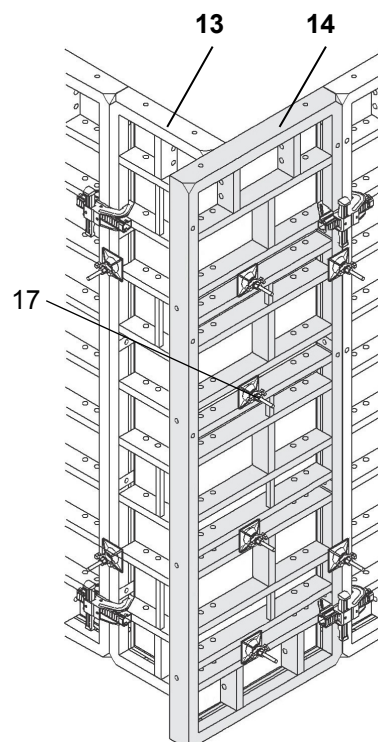
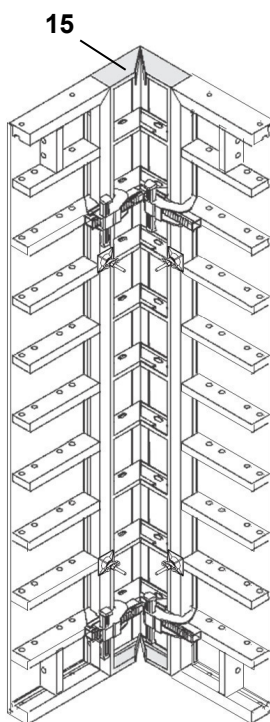

Рис. 25
Рис. 26
Элемент TRIO TR/MR 50 (13) и колонный элемент TRS/MR 90 (14) соединяются колонным болтом (17) (4 колонных болта на высоту  $h = 3.00$  м) (Рис. 25)
- Элемент TR/MR 72 должен всегда быть справа от внешней стороны, и должен закрывать элемент TR/MR 60 (11).
Угол TRIO TE/MR 30x30 (15) соединяются замком BFD (20) (2 BFD на высоту  $h = 3.00$  м). (Рис. 26)